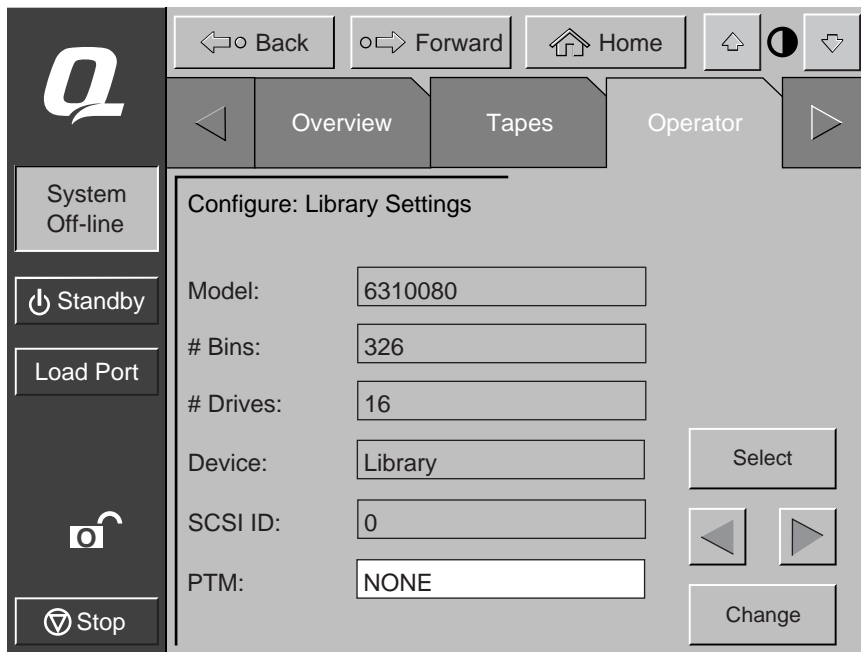

Figura 3-2. Pantalla de selección del PTM (se muestra el modelo ESL9326)
2. Vaya al campo PTM en la pantalla y establezca el campo PTM en None (Ninguno), Left (Izquierda), Right (Derecha) o Both (Ambas) (consulte la Figura 3-2).